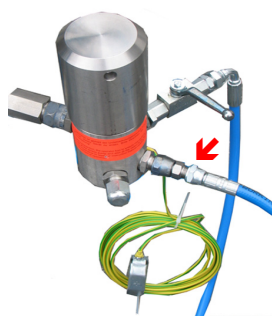

Imagen 4.1.1
1. Manguera de material (Imagen 4.1.1)
- Coloque estas piezas según la figura (Imagen 4.1.1 - 4.1.3).
- Durante la primera puesta en marcha, debe retirarse el letrero adhesivo con el rótulo "Retirar antes de usar" o el tapón del orificio de purga (rebosadero). El orificio de purga se encuentra en el ángulo abierto hacia abajo (Imagen 4.1.1).